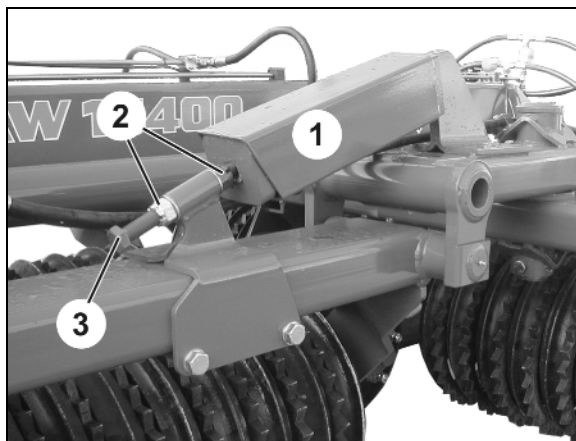

Рис. 25
Нажимное приспособление (Рис. 25/1) предназначено для увеличения давления валков на почву.
1. Отверните обе контргайки (Рис. 25/2).
2. Вверните болт (Рис. 25/3).